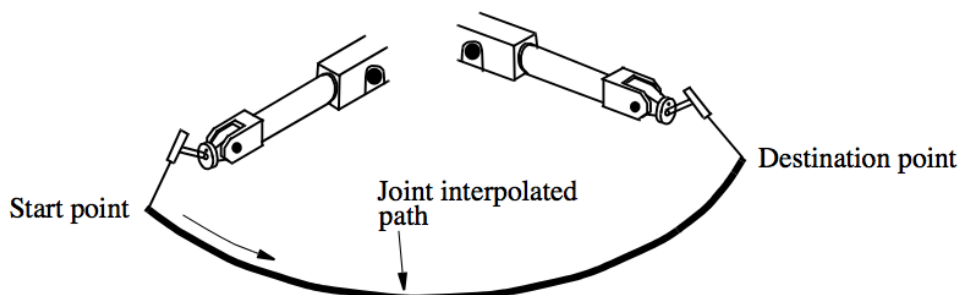

Figura 7. Trayectoria del TCP (exagerada) cuando se realiza una instrucción de movimiento tipo MoveJ
- **MoveJ (Move Joint, eje a eje)**: el TCP de la herramienta alcanza el punto destino moviendo todos los ejes de sus ángulos iniciales a los finales a una velocidad constante en las coordenadas articulares. Esto da lugar a que la velocidad del TCP sea aproximada y, lo que es más importante, a trayectorias del TCP no lineales, pero es el tipo de movimiento habitual cuando no se necesitan líneas rectas (Figura 7).